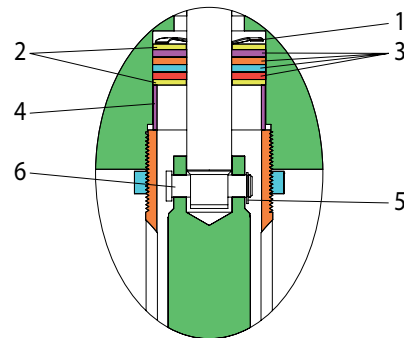

図 2
- (90571) ロック ナットを緩めるし、空気モーターから全体のポンプを外します。これは (6) コネクタのピンを公開 (図 2)。
- (5) 保持リングと空気モーター ピストン棒から低いポンプ ピストン棒を解放する (6) のコネクタのピンを削除します。
- 削除 (4) スペーサー、ワッシャー (2)、4 (3) のパッキン、(2) 洗濯機および空気モーター キャビティからの (1) 波形ばね座金 (図 2)